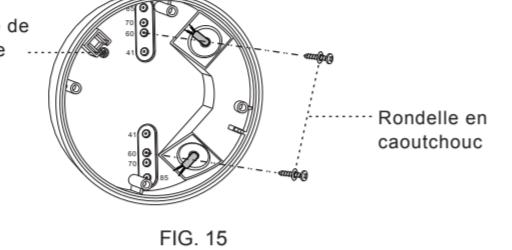

FIG. 15
4.4.3.3 Choisir les points à chasser adéquat pour fixer la boîte de jonction sur la surface du panneau du plafond avec 2 pces vis à bois attachées à une rondelle en caoutchouc (voir FIG. 15).